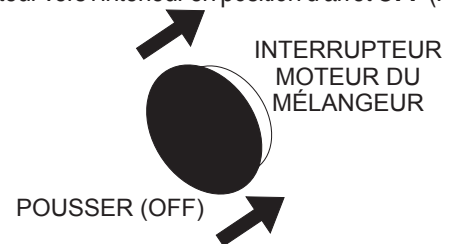

Figure 15. Interrupteur ON/OFF du moteur (OFF)
2. Lorsque le moteur a refroidi, pousser l'interrupteur ON/OFF du moteur vers l'intérieur en position d'arrêt OFF (Figure 15).